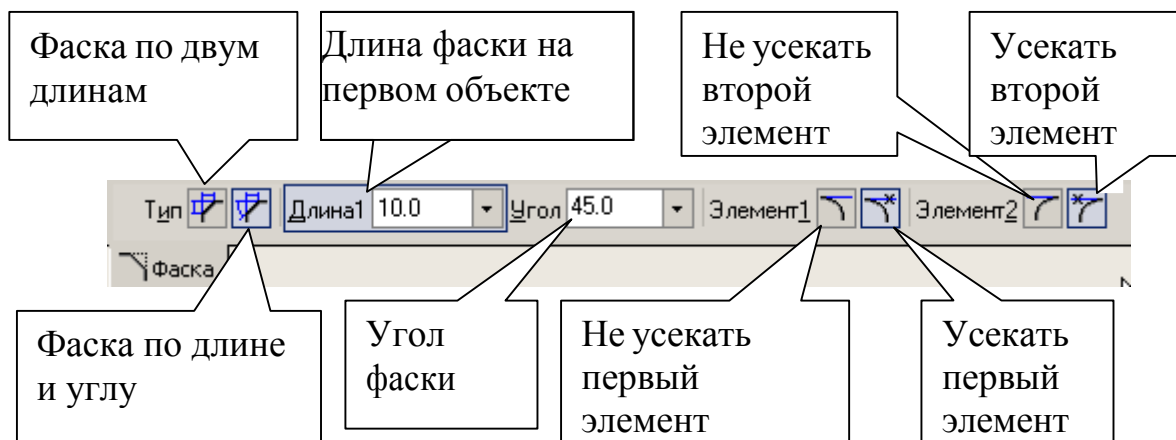

Рис. 6
- Для выполнения фасок с катетом 6 мм и углом наклона 45° активизируйте на панели **Геометрия** команду **Фаска** . Строка параметров для этой команды показана на рис. 6. Должна быть активна кнопка **Фаска по длине и углу**.